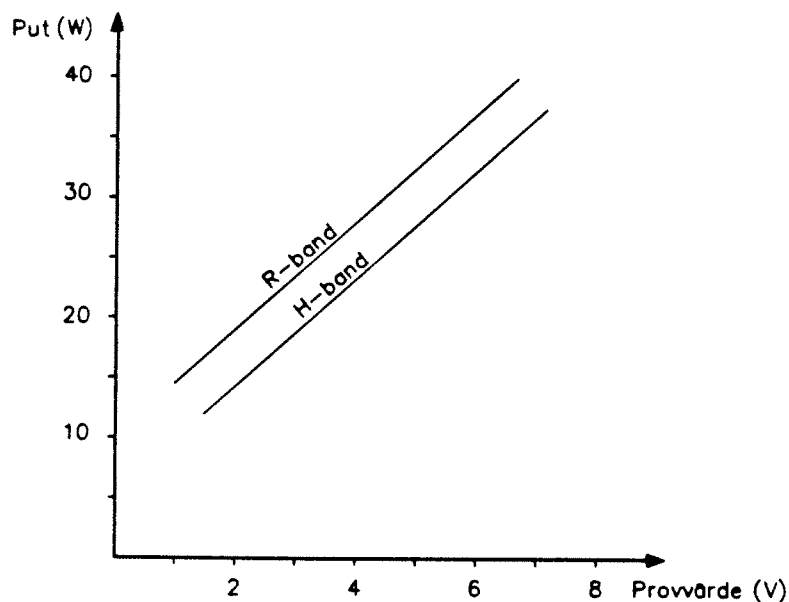

Bild 62. Samband uteffekt provdonsmätvärde
- Nyckla sändaren med omkopplaren NYCKL ③ på sändarenhetens front och kontrollera spänningen 9 VT. Tolerans för dessa spänningar $\pm 1,0$ V.
- Anslut PROVDON RA 738S till kontaktdonet PROV ④ på sändarens front.
- Nyckla sändaren med omkopplaren NYCKL ③ och läs av URI-metern.
- Kontrollera mätvärden mot bild 62 och läs av frameffekten.